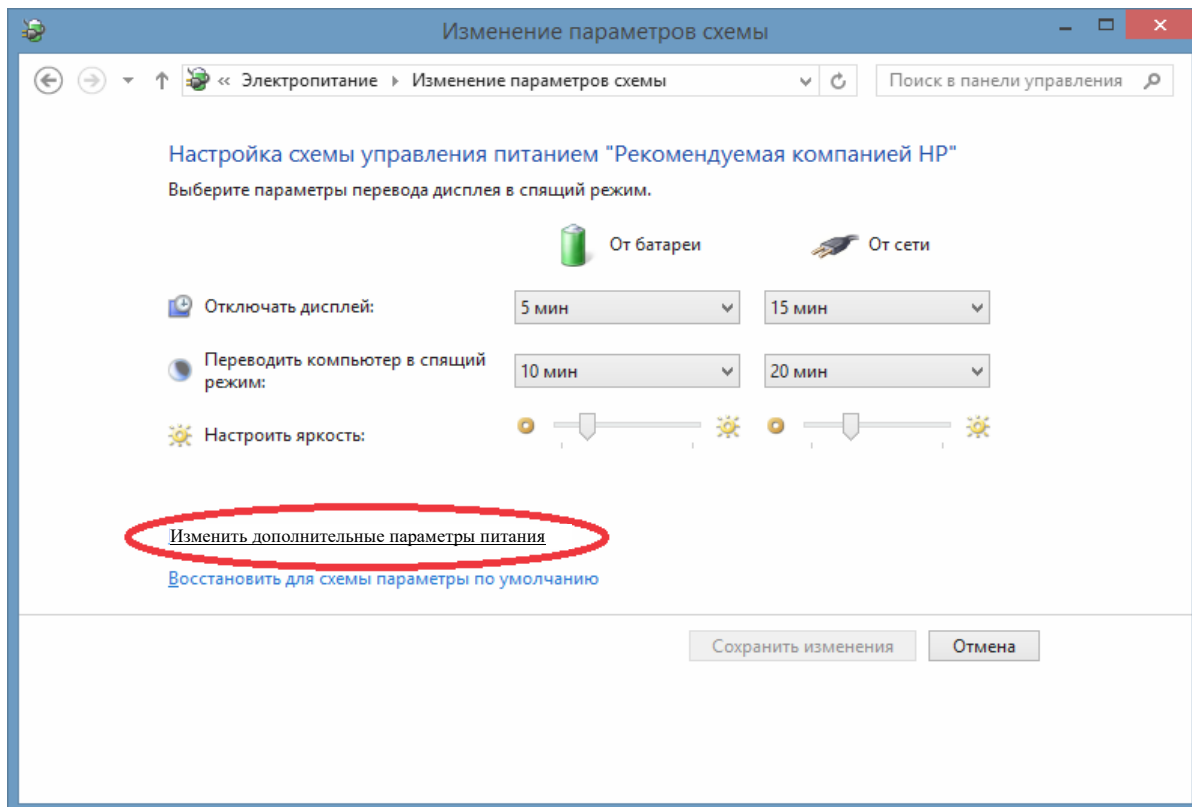

Рисунок 12
- 3) в окне «Изменение параметров схемы» нажать ссылку «Изменить дополнительные параметры питания» (рисунок 12);